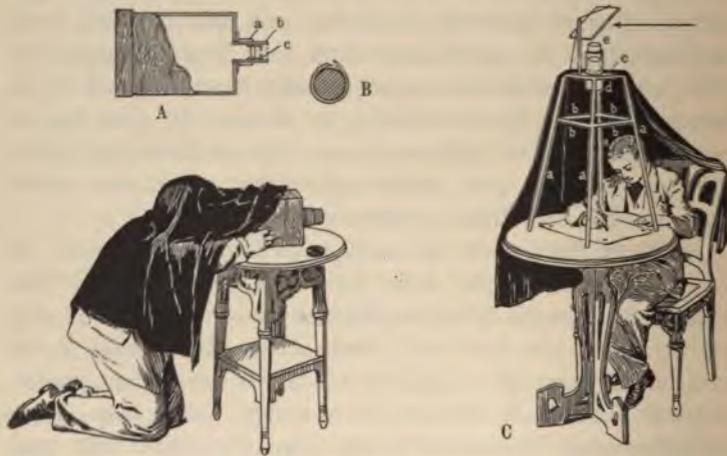

Fig. 62. Die Linsencamera.
Ist die Brennweite der verfügbaren Linse etwa 20 cm, so ist ein Pappkasten geeignet, dessen Tiefe etwa ebenso groß ist. Man schneidet dann in die Mitte der Vorderwand ein Loch, fast so groß wie die Linse, und klebt auf seinem Rande ein vielleicht 3 bis 4 cm weites Papprohr *a* (Fig. 62 A) auf, in dem sich ein zweites längeres Papprohr *b*, das die Linse enthält, leicht, aber genau anschließend und lichtdicht, verschieben läßt. Die Röhren stellt man leicht her, wenn man die nicht zu starke Pappe um ein rundes Holz von passendem Durchmesser legt, an den Rändern, soweit sie übereinander zu liegen kommen, schräg feilt oder schneidet, mit gutem Leim verklebt und mit Schnur fest umwickelt (Fig. 62 B). Die Linse kann in der Röhre durch zwei Sperrringe aus Pappe festgesetzt werden.
Hat man auf diese Weise scharf eingestellt, so ist es nötig, die Linsenöffnung etwas abzublenzen, da sie sonst an den Rändern unscharfe Bilder liefert. Dies geschieht sehr einfach durch Vorsetzen einer kreisrunden, in der Mitte mit einer Öffnung von etwa  $\frac{1}{2}$  cm Durchmesser versehenen Pappscheibe vor die Linse, wie es in Fig. 62 A bei c angedeutet ist. Darauf verschließt man noch
**Spiegelcamera** begegnen. Sie soll die Bilder auch etwas größer liefern und vornehmlich das Nachzeichnen derselben auf einem weißen Papierbogen ermöglichen. Ein Pyramidengestell von 1 m Höhe (vergl. Fig. 62 C) wird aus den vier leichten Latten *a*, den versteifenden Querlatten *b* und dem Kopfbrett *c* so aufgebaut, daß die Füße etwas gespreizt stehen und erlauben, den Kopf und den Arm in das Gestell hineinzubringen. Das Kopfbrett trägt die Pappröhre *d* und in dieser verschiebbar das Rohr *e* mit der Linse. Diese ist der am schwersten zu beschaffende Teil des ganzen Apparates, denn sie muß eine große Öffnung haben, um helle Bilder zu geben, und eine lange Brennweite, in unserem Falle über 1 m, um die Bilder scharf einstellen zu können. Sie ist auch nicht billig und würde für uns unerschwinglich sein, wenn es eine sogenannte achromatische Linse, welche die Umrisse der